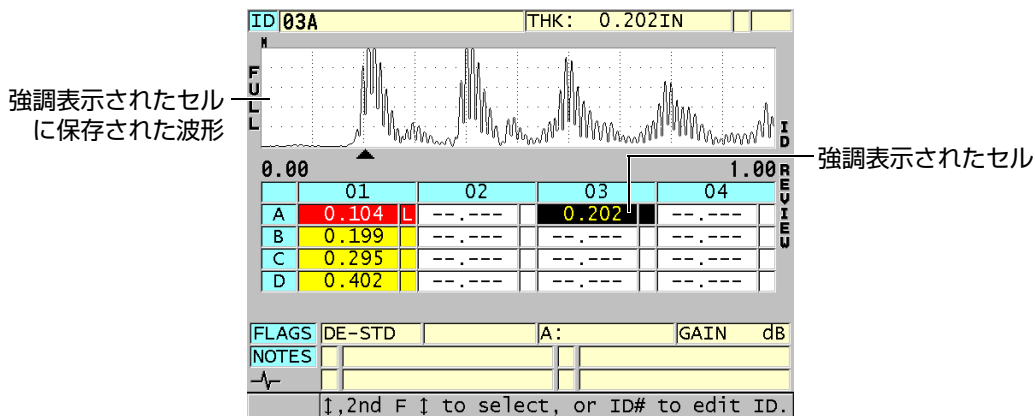

図 10-13 ID レビュー画面で強調表示された DB グリッドセル
3. ID レビュー画面で、以下の操作を行います（169 ページの図 10-13 を参照）。